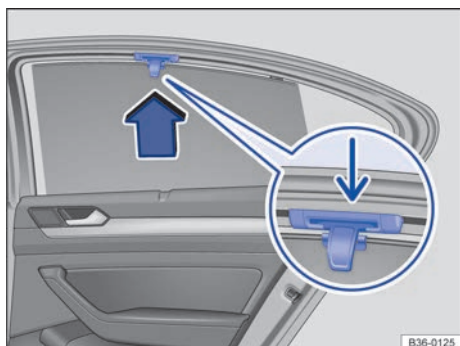

Fig. 119 En la ventanilla trasera derecha: cortinilla parasol.
- Suba la cortinilla del todo tirando de la lengüeta → **fig. 119** (imagen ampliada) hacia arriba, en el sentido de la flecha.
- Enganche las dos argollas de la varilla de sujeción en la fijación correspondiente → **fig. 119** (flecha pequeña). Asegúrese de que la cortinilla esté enganchada correctamente en la fijación.
- Para enrollar la cortinilla, desengánchela de la parte superior y guíela con la mano hacia abajo → ①.